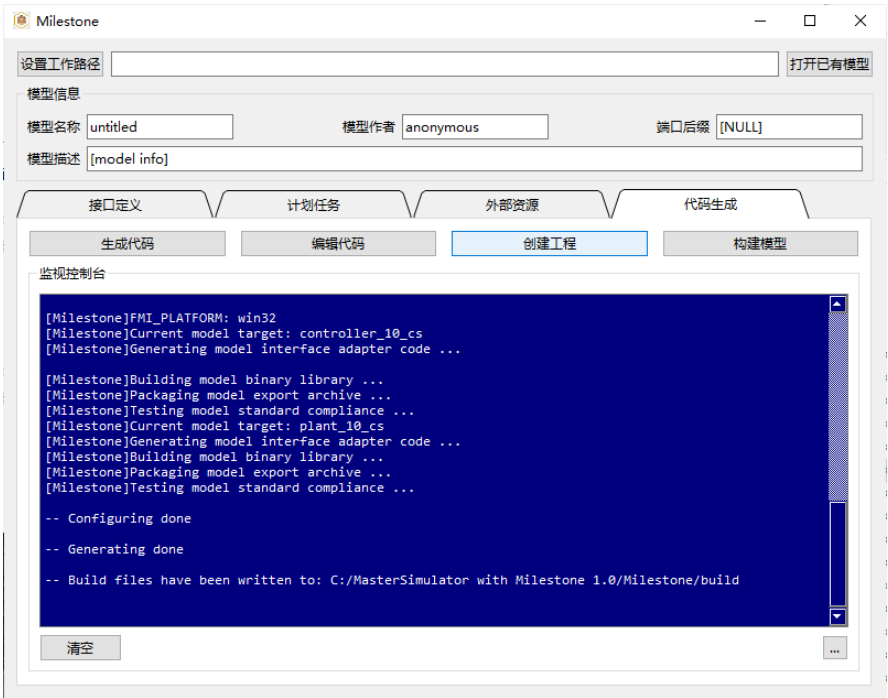

图 3.5: 完成编译工程创建
- 点击 “创建工程”，完成编译工程的创建，如 图 3.5。